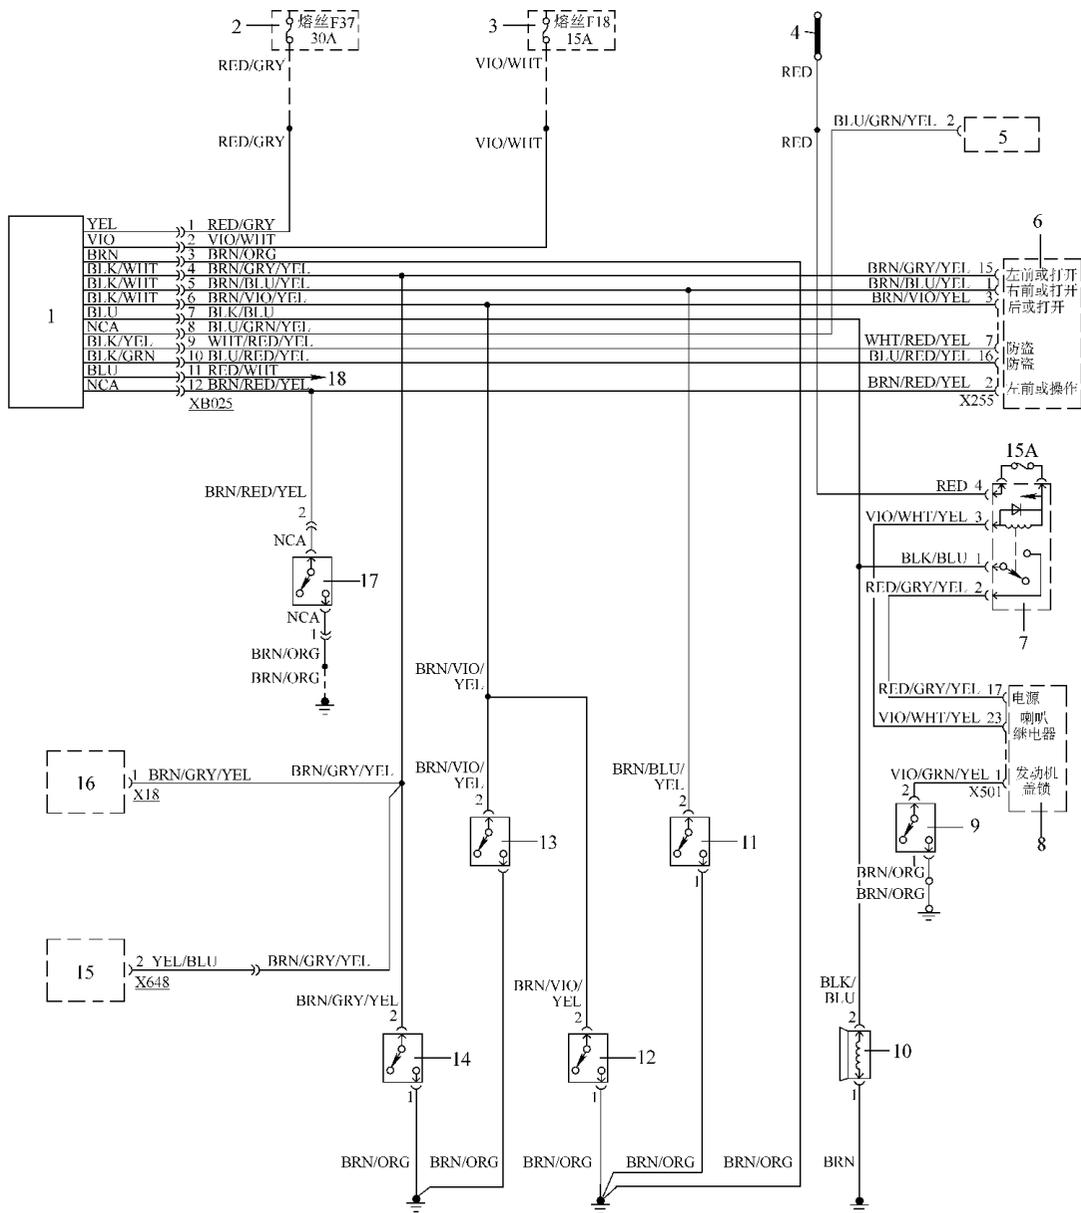

图 7-24 宝马 525i、525iT、530i、530iT 和 540i 防盗系统电路 (1995 年车型)
(2) 宝马 5 系中央门锁与防盗系统电路, 如图 7-23 和图 7-24 所示。